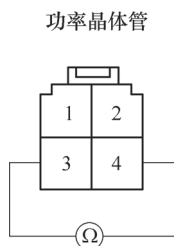

图 5-147 测量功率晶体管 3 号端子与 4 号端子之间的电阻
2) 如图 5-147 所示, 测量功率晶体管 3 号端子与 4 号端子之间的电阻。电阻值大约为 $1.4 \sim 1.5\text{k}\Omega$ 。如果电阻值不符合技术参数, 更换功率晶